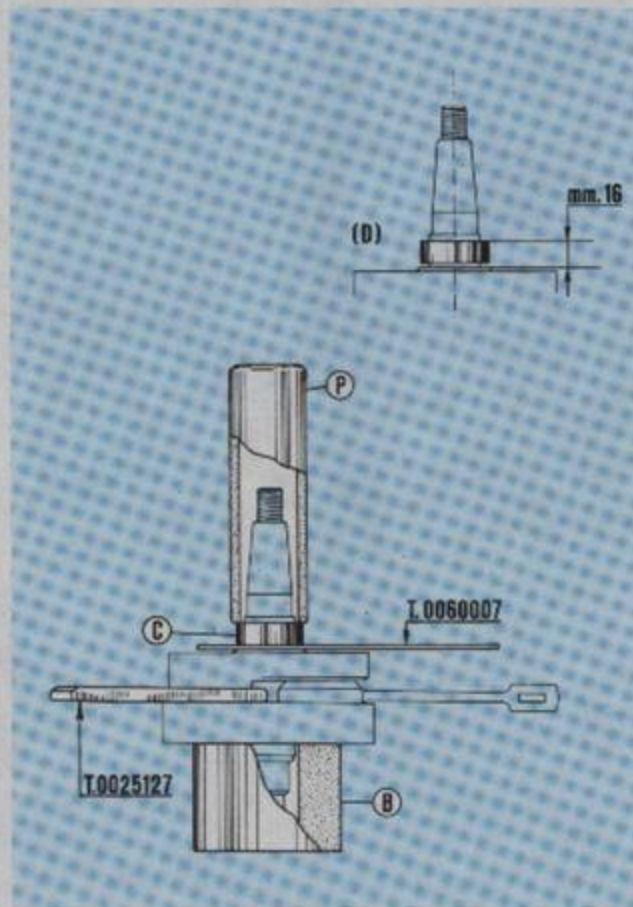

Fig. 76
**Fig. 76. Anillo interior cojinete de rodillos cigüeñal:** Introducir el cigüeñal lado embrague sobre una base de apoyo «B» con  $\varnothing$  int. 35 mm., y después de colocar el distanciador T. 0060007 montar la pista interior «C», calentada en baño de aceite a 100° C, del cojinete de rodillos sobre el cigüeñal (lado volante) empleando como puntero «P» un fragmento de tubo con  $\varnothing$  int. 26 mm.
**Nota.**—Durante el montaje de la pista «C» introducir la cuña T. 0025127 entre los semicigüeñales para evitar deformaciones en el cigüeñal (ver fig. 76).